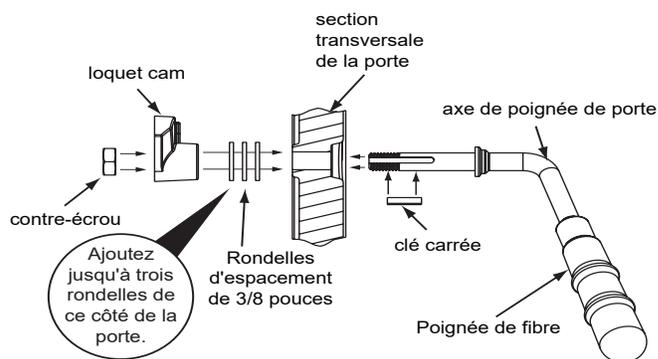

Figure 27.4
2. Installer la rondelle supplémentaire(s) comme le montre la **Figure 27.4**
6. Installer la fibre de la poignée (**Figure 27.4**).